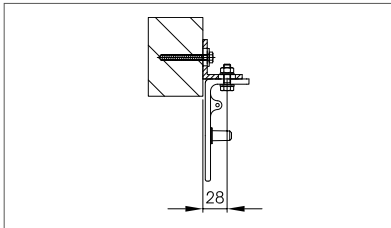

Abb. 13: Konsole, Nischenmontage
- » Befestigungslöcher am Montageuntergrund anzeichnen und vorbohren (Abb. 13, 14 und 15)